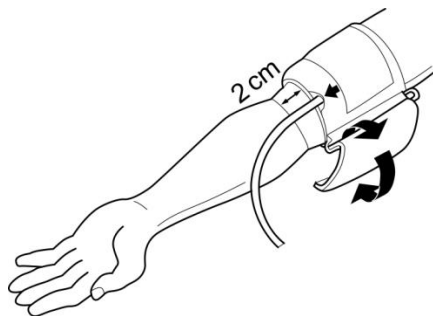

Abb. 7: Richtige Position der Armmanschette
- 4) Bringen Sie die Armmanschette in die richtige Position (Abb. 7):